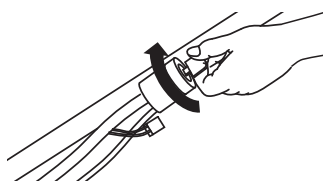
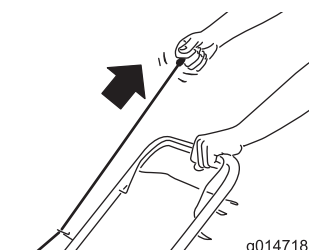

Figure 12
Figure 13
2. Tournez la clé de contact (modèles à démarrage électrique uniquement; voir Figure 12) ou tirez la poignée du lanceur (Figure 13).